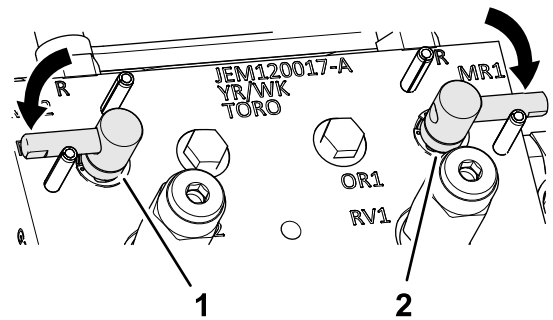

Figura 151
3. Deplasați manetele de ascurire în poziția F (de cosit) (Figura 151).